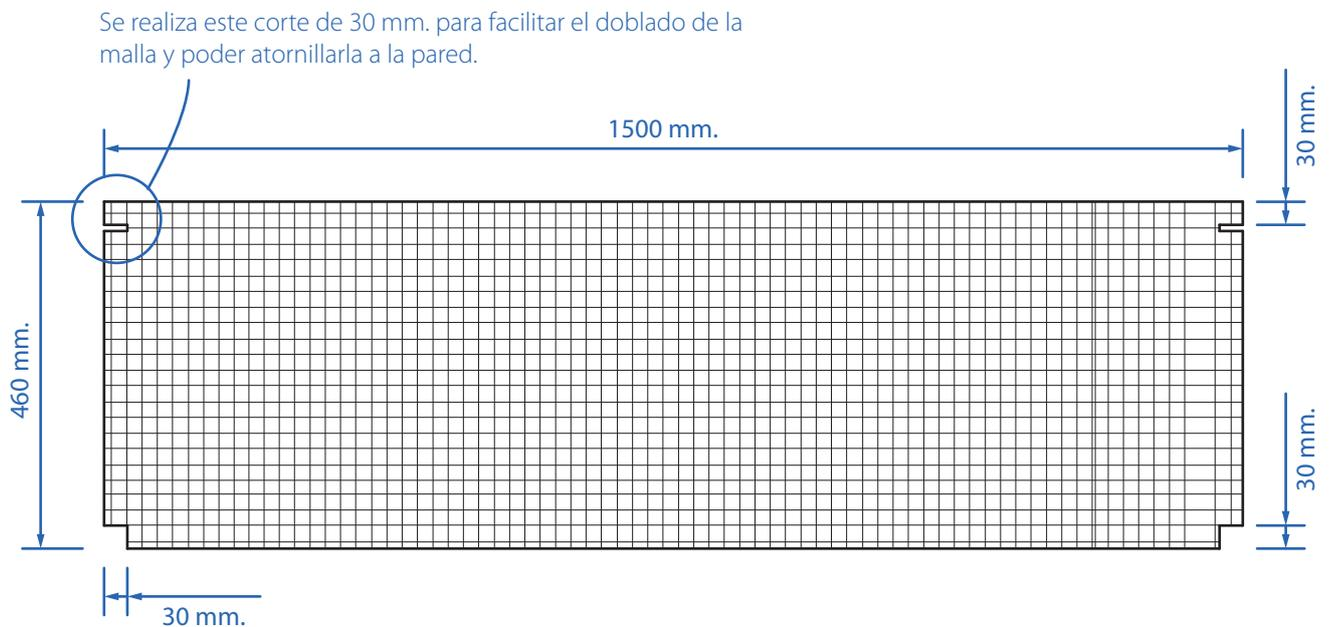

Fig. 02. Cortar la malla con estas dimensiones. EJEMPLO PARA VEA de 1400mm
La malla se suministra en unos rollos que habrá que cortar en las dimensiones que aparecen en la Fig. 02. El hecho de cortar la malla más grande que el hueco del cubreventanas es debido a que hay que tensar esta malla y al sobrar malla la podremos doblar y tensar correctamente al sujetarla con los tornillos.
- Cortarla a las dimensiones correctas. (Fig. 02)